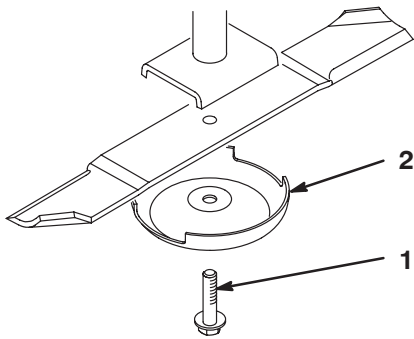

Figure 84
2. Tenez la lame à son extrémité avec un chiffon ou un gant épais. Enlevez le boulon, la coupelle de protection et la lame de l'axe de pivot (Fig. 84).